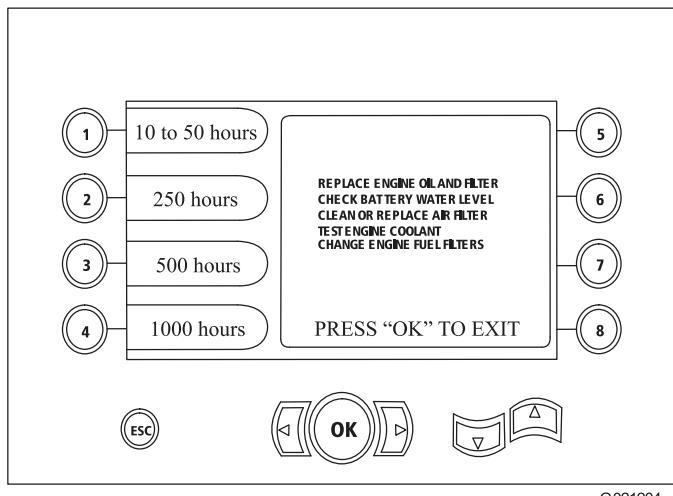

Рисунок 25
- Кнопка 2 – регламент техобслуживания после наработки 250 часов (Рисунок 25)